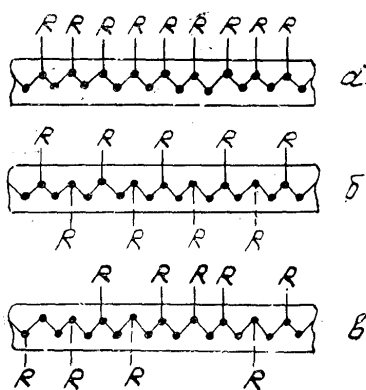

Рис. 1. Различные конфигурации полимеров:
- Если заместитель *R* расположен по одну сторону цепи и правильно чередуется в одном пространственном направлении, то образуется изотактическая стереорегулярная конфигурация цепей (рис. 1, а).
- Если заместитель *R* правильно чередуется в одной пространственной направленности по одну и другую сторону цепи, возникает синдиотактическая конфигурация (рис. 1, б).
- В большинстве полимеров отсутствует какая-либо регулярность в пространственном расположении заместителей, такие полимеры называют атактическими (рис. 1, в).